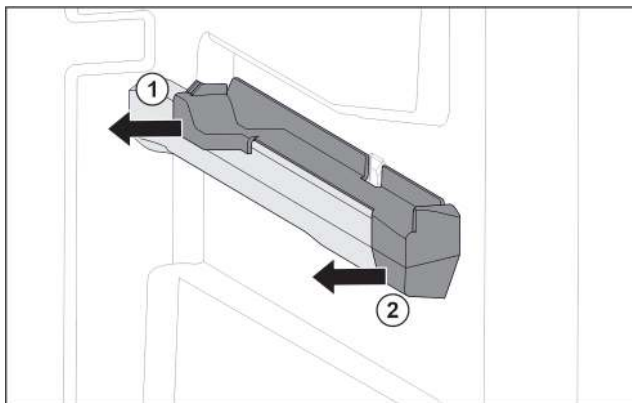

Fig. 73 Вставная часть на правом контейнерном ребре
- Отодвиньте вставную часть сзади в сторону. Fig. 73 (1)
- Отодвиньте вставную часть спереди в сторону. Fig. 73 (2)